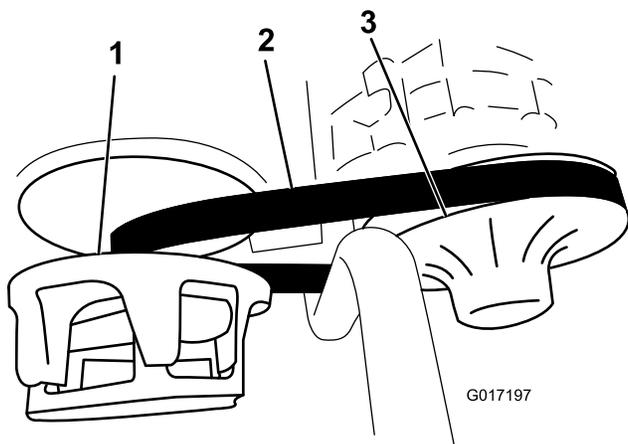

Bild 40
3. Drehen und prüfen Sie den Riemen (Bild 40) auf überdurchschnittliche Abnutzung oder Schäden. Tauschen Sie den Riemen bei Bedarf aus.
1. Drehen Sie den Riemen und verlegen ihn über die sekundäre Kupplung (Bild 40).
2. Nehmen Sie den Riemen von der primären Kupplung (Bild 40).